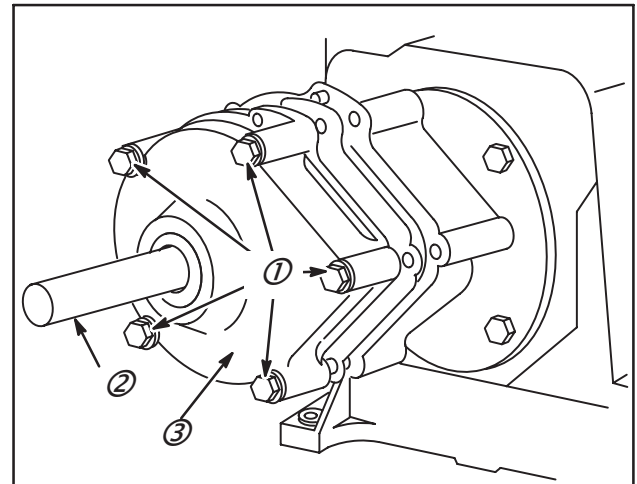

Fig. 45
5. Utiliser les protecteurs de joints (2) lors de la pose du flasque ou du carter inférieur. Voir TABLEAU NO. 4, page 26, Spécifications, concernant le code couleur approprié des protecteurs de joints.
6. Glisser le flasque de réducteur (3) et le protège-joint sur le réducteur.
7. Installer les vis (1) et les rondelles frein. Serrer au couple de 21 Nm, Fig. 45.